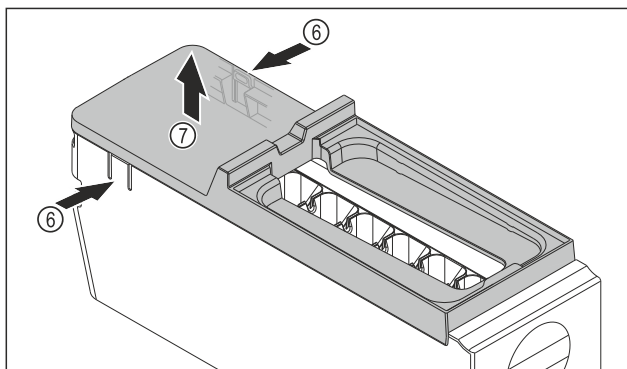

Fig. 112
- ▶ Odstráňte kryt korpusu EasyTwist-Ice: strmene Fig. 112 (6) na oboch stranách korpusu EasyTwist-Ice zatlačte rukou.
- ▶ Kryt Fig. 112 (7) odoberte druhou rukou smerom nahor.